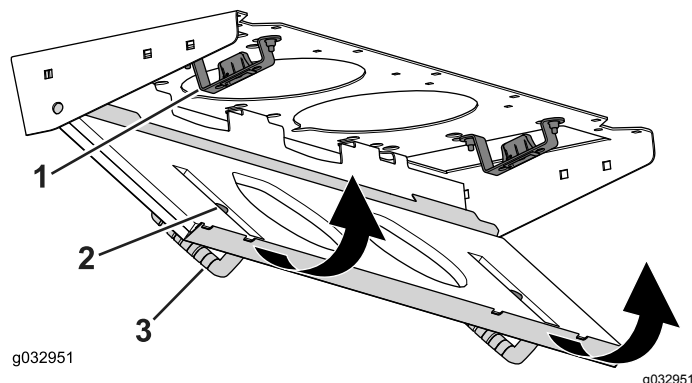

Figure 123
4. Faites pivoter le filtre sur les languettes jusqu'à ce que le pêne s'enclenche dans la gâche (Figure 123).